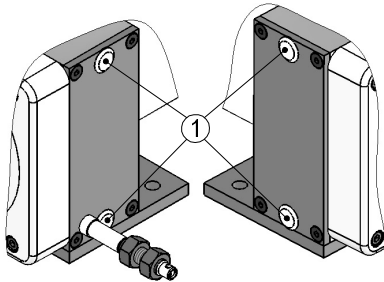

Abb. 3: Belüftungsöffnungen
Falls erforderlich, kann das Seilzuggegehäuse mittels vier Verschlussstopfen (1) belüftet werden (siehe Abb. 3). Durch das Entfernen der Verschlussstopfen (1) kann eindringendes Wasser (Feuchtigkeit) abfließen.